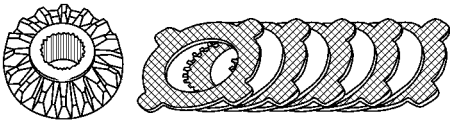

图 14-164 从右差速器壳上拆下各零件
(4) 从右差速器壳上拆下以下零件，如图 14-164 所示。